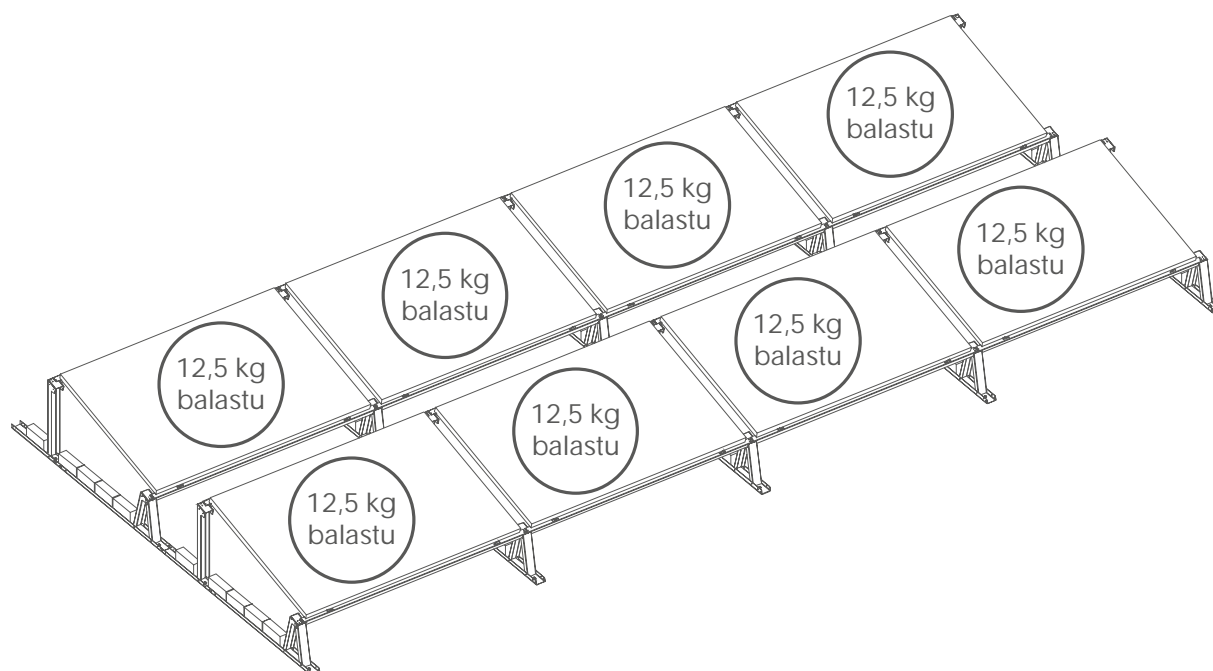

Abb. 7. Verteilung des Ballasts auf zwei Reihen von Photovoltaik-Panels
- 6** Wenn es zwei Reihen von Photovoltaik-Panels gibt, beträgt das Gewicht des Ballasts pro Panel 12,5 kg (Abb. 7).